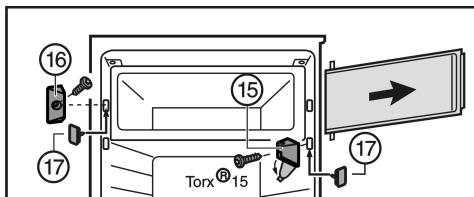

Fig. 7
- Зніміть кришку на опорному кронштейні Fig. 7 (15).
- Відкрутіть опорний кронштейн Fig. 7 (15) з дверцятами камери.
- Відкрутіть замок Fig. 7 (16).
- Закрійте отвори, які звільнилися, пробками Fig. 7 (17), що входять у комплект.